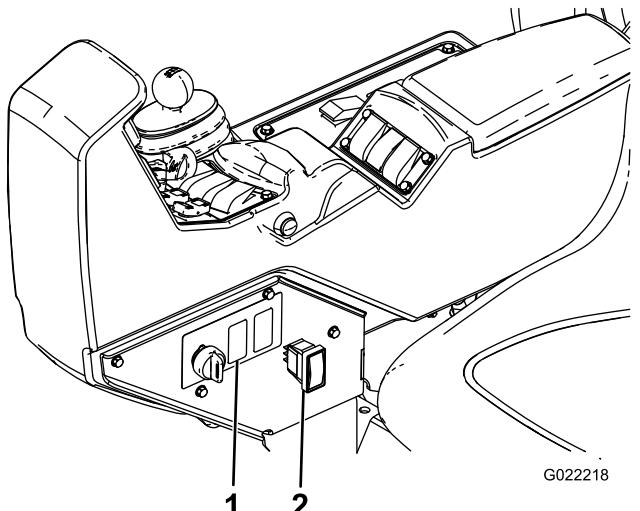

Bild 29
3. Ermitteln Sie die Blende, wo Sie den Spültankschalter installieren werden, auf der linken Seite des Bedienpults (Bild 29).
4. Entfernen Sie die Blende an der Seite des Bedienpults (Bild 29).
7. Stecken Sie den 8-Stift-Stecker des 3-Positions-Kippschalters durch die Öffnung im Bedienpult in die Spültankanschlussbuchse mit 8 Stiftlöchern (Bild 29).